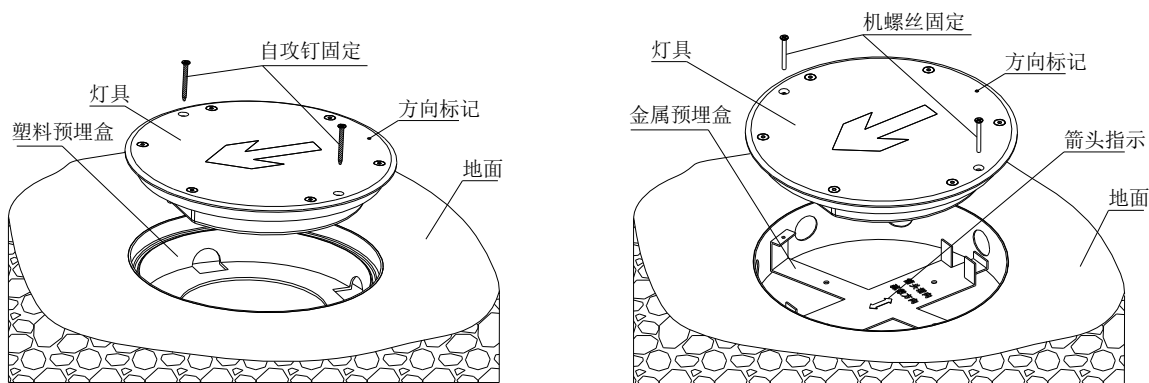

图 41
3、接线完成后将灯具装入预埋盒内, 调整灯具指示方向后用固定螺钉固定灯具。注意: 为防止腐蚀性液体进入预埋盒内造成壳体腐蚀, 建议灯具与预埋盒的接缝处使用密封胶密封。箭头标志应指向疏散方向, 同一支路上的灯具方向标记点位置应相同。如图 41 所示, 左图为塑料预埋盒安装方式, 右图为金属预埋盒安装方式。